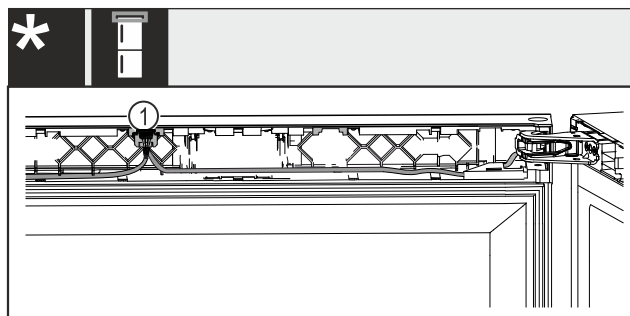

Fig. 41 Kombinovaná chladnička na víno s mrazničkou
- Zástrčku Fig. 41 (1) zaklapněte do vedení.